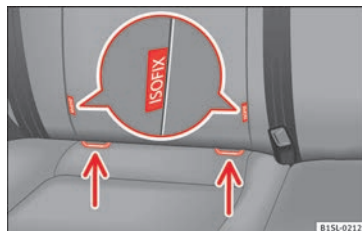

Abb. 26 Am Fahrzeugsitz: Kennzeichnungsvarianten der unteren Kindersitzverankerungspunkte.
- Kindersitz in Pfeilrichtung auf die Halteösen **» Abb. 26** stecken. Kindersitz muss sicher und hörbar einrasten.
- Kindersitz auf die Sitzfläche stellen und die Haken der Befestigungsgurte in die Halteösen einhängen **» Abb. 26.**